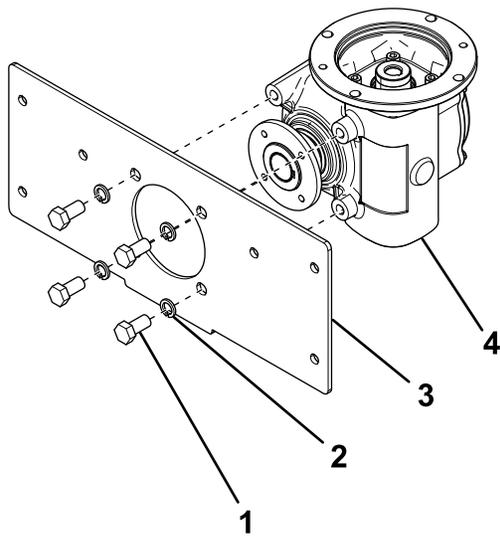

Bild 6
- Befestigen Sie das Getriebe mit vier Schrauben ($\frac{1}{2}$ " x 1") und vier Sicherungsscheiben ($\frac{1}{2}$ ") an der Befestigungsplatte, wie in Bild 6 abgebildet.